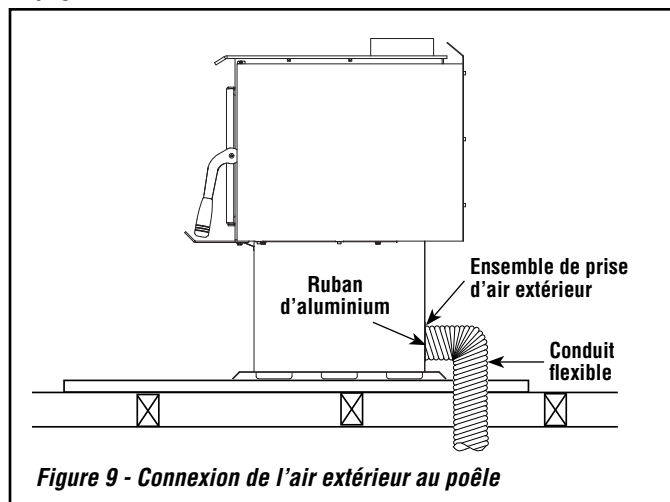

Figure 9 - Connexion de l'air extérieur au poêle
- Fixer la gaine sur la prise du poêle (voir **figures 9 et 10**). En vous servant du ruban d'aluminium (inclus), enrroulez le ruban autour du joint entre le conduit flexible et les entrées d'air.